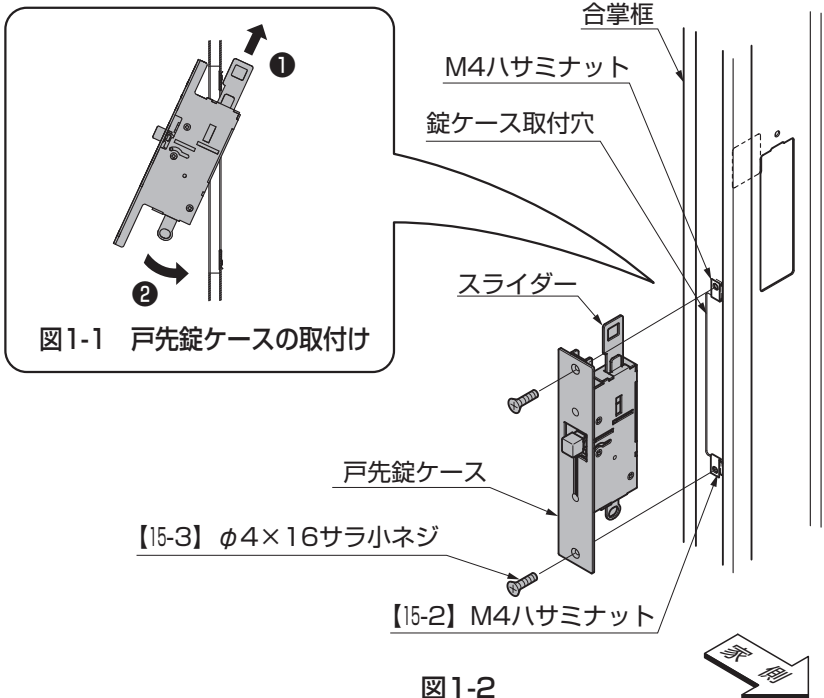

図1-1 戸先錠ケースの取付け
- ①合掌框に【15-2】を差込んでください。
- ②合掌框の錠ケース取付穴に戸先錠ケースを入れて、【15-3】で取付けてください。(図1-1、図1-2参照)